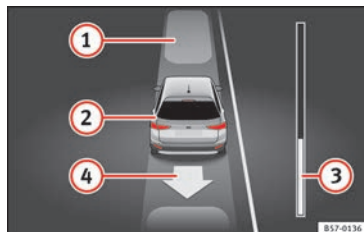

Fig. 205 Sul display del quadro strumenti: uscire da un parcheggio in linea.
Legenda della **fig. 205**:
La barra di avanzamento » fig. 205 ③ indica la distanza che si deve percorrere » pag. 253.